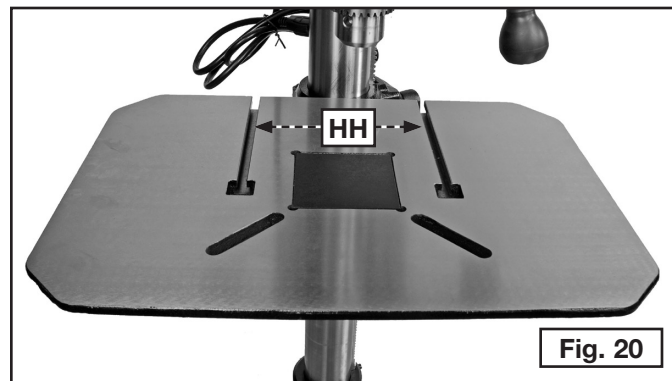

Fig. 20
La table de la perceuse à colonne comprend deux rainures en T (HH), fig. 20, pour servir avec différents accessoires de la perceuse (butées, guides, ou dispositifs de serrages). Utilisez des boulons pour rainure en T de 5/16 po ou des boulons à tête hexagonale de 1/4-20 po pour fixer les accessoires à la table.